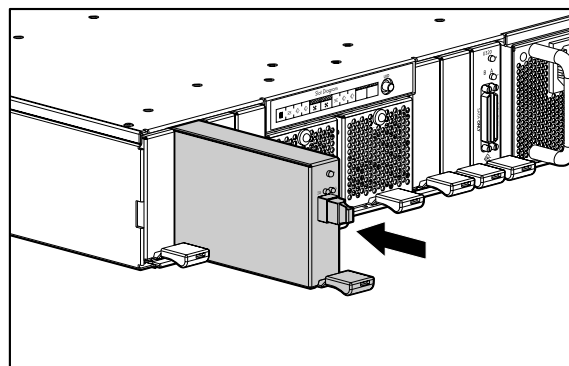

Figura 11: Instalación del módulo de E/S de canal de fibra
1. Inserte el módulo de E/S de canal de fibra en el compartimento hasta que se ajuste en su lugar como se muestra en la Figura 11.